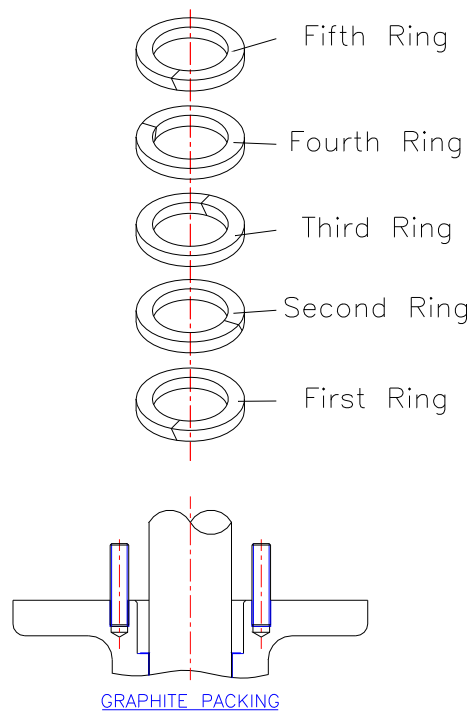

Fig.15
12.7 92、93\_、95\_、96\_迫紧圈材质为石墨依下图缺口方向依序装入，每装一圈须用格兰垫圈压实。一般来说两圈的缺口是离越远越好，因此两迫紧的缺口角度应在 90° 以上。(Fig.15)